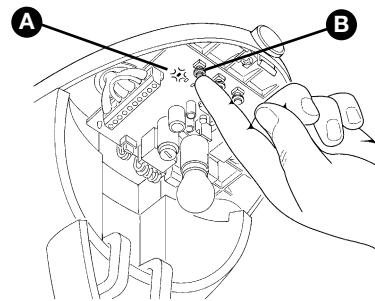

Abbildung 71
- 1 Auf Taste P1 (Abbildung 71) an der Steuerung sooft drücken, wie der gewünschte Steuerbefehl ist - siehe die nachfolgende Tabelle:
1 Taste P1 [B] (Abbildung 71) an der Steuerung drücken und gedrückt halten.